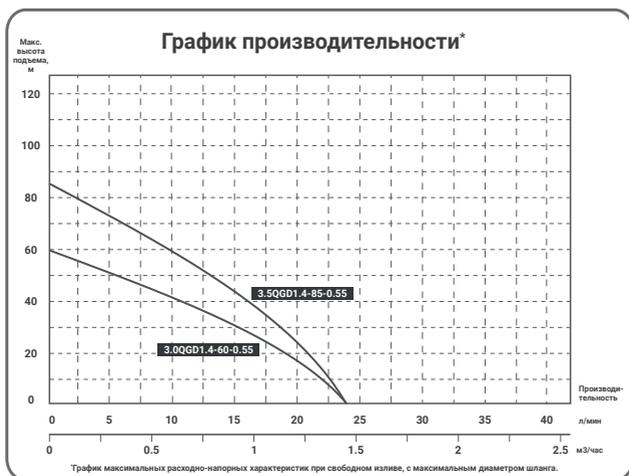

рис.1
6. Общий вид насоса и график производительности представлен на рис.1
7. Двигатель и насос расположены в нержавеющей корпусе (рис.1 поз.5). Насос приводится в действие асинхронным двигателем переменного тока. Подключение насоса к сети осуществляется кабелем питания (рис.1 поз.1) со штепсельной вилкой с заземляющим контактом. Насос начинает работу при подключении к сети питания.